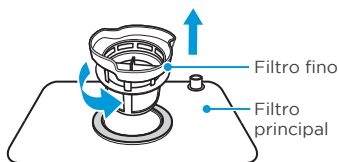

Fig. 2
3. Levante o filtro fino do filtro principal (Fig. 2).